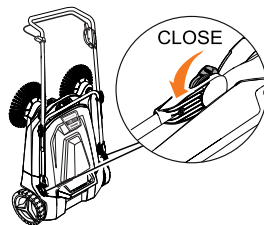

Рис. 10
- Зафиксируйте рукоятку (Рис. 10).
- Установите подметальную машину в вертикальном положении (Рис. 10).